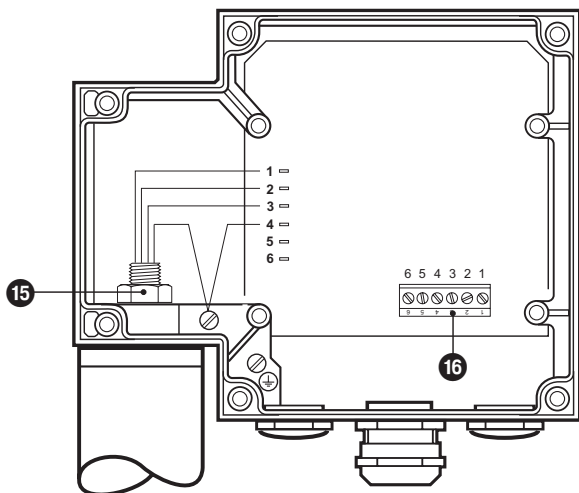

Fig. 15
2. Moer **15** met steeksleutel SW 19 losdraaien. Niet afschroeven! **Fig. 15**